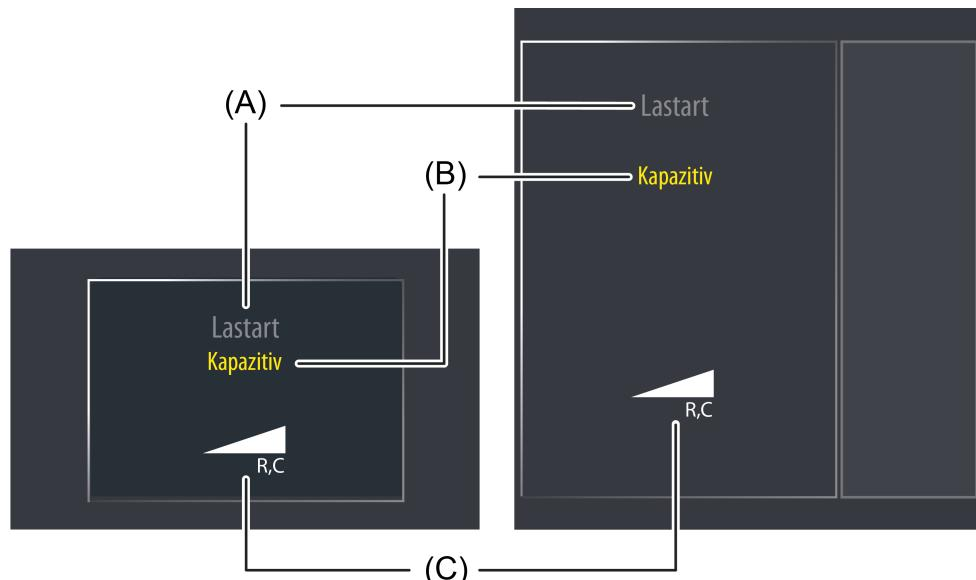

Bild 51: Beispiel für ein Anzeigeelement der KNX Funktion "Dimmktor Lastart"
Der Anzeigebereich enthält verschiedene Darstellungselemente (Bild 51), die durch Parameter beeinflusst werden. Jeder KNX Funktion kann in der Konfigurationssoftware eine Bezeichnung vergeben werden (A). Diese Text-Bezeichnung wird im Anzeigeelement zentriert zur Anzeige gebracht, wodurch steuerbare KNX Funktionen für den Anwender kenntlich gemacht werden (z. B. "Lastart"). Zusätzlich wird unterhalb der Bezeichnung ein Statustext (B) eingeblendet, der abhängig vom Objektwert der Rückmeldung unterschiedliche Texte im Display visualisiert. In der Konfigurationssoftware können die Texte für die Zustände "0 - Undefiniert", "1 - Kapazitiv", "2 - Induktiv", "3 - Universal/Kapazitiv" und "4 - Universal/Induktiv" getrennt voneinander definiert werden.